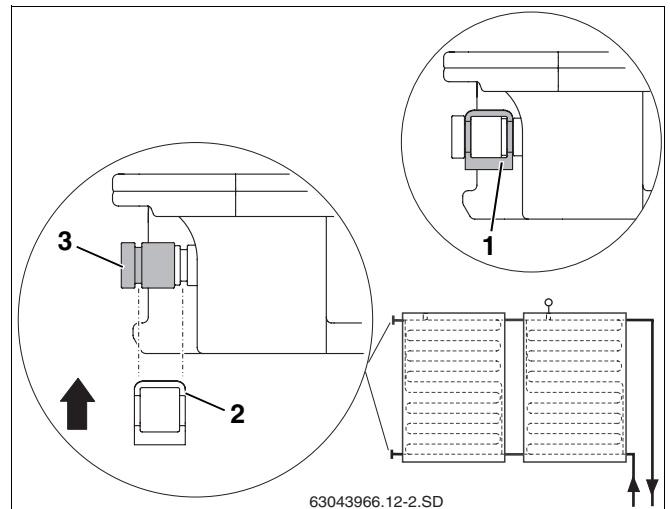

Fig. 20 Fixar a tampa de fecho com grampo
- ▶ Empurrar as tampas de fecho com os O-ring (fig. 20, **item 3**) para a ligação do colector.
- ▶ Empurrar o grampo (fig. 20, **item 2**) para fixação da ligação sobre a tampa de fecho e a ligação do colector.
- ▶ Fixe cada tampa de fecho com um grampo (fig. 20, **item 1**).